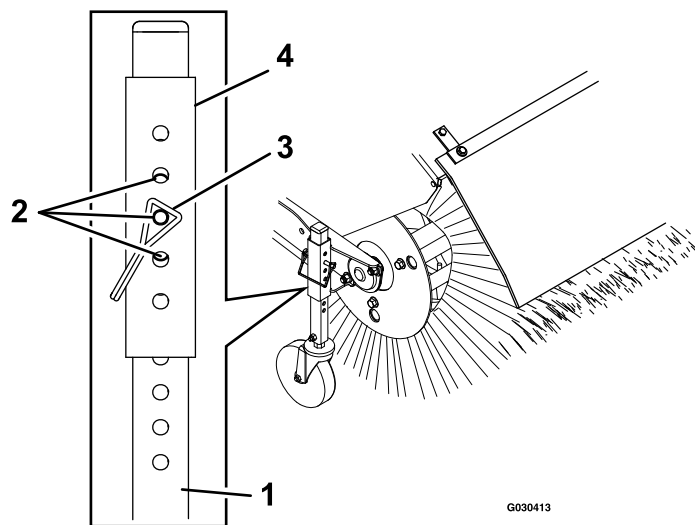

Figura 9
3. Per regolare l'altezza della spazzola, rimuovete e conservate il perno del manicotto del regolatore e il tubo della ruota orientabile (Figura 9).
5. Per le regolazioni maggiormente di precisione, fate scorrere il manicotto del regolatore in su o in giù di 1 foro del perno sul tubo della ruota orientabile per regolare l'altezza della spazzola in incrementi di 3 mm (Figura 9). Ripetete le fasi da 3 a 5 per l'altra ruota orientabile.